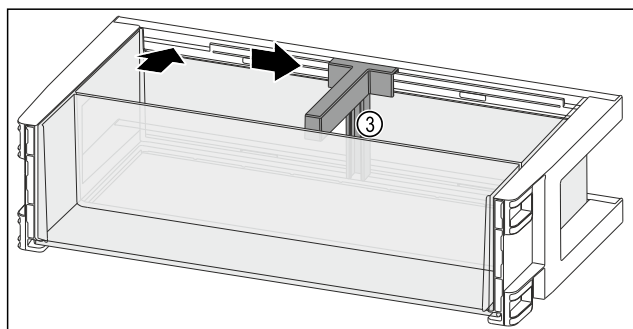

Fig. 139
- ▶ 将瓶托 Fig. 139 (3) 装入槽中。
- ▶ 将瓶托 Fig. 139 (3) 推至一侧的所需位置。